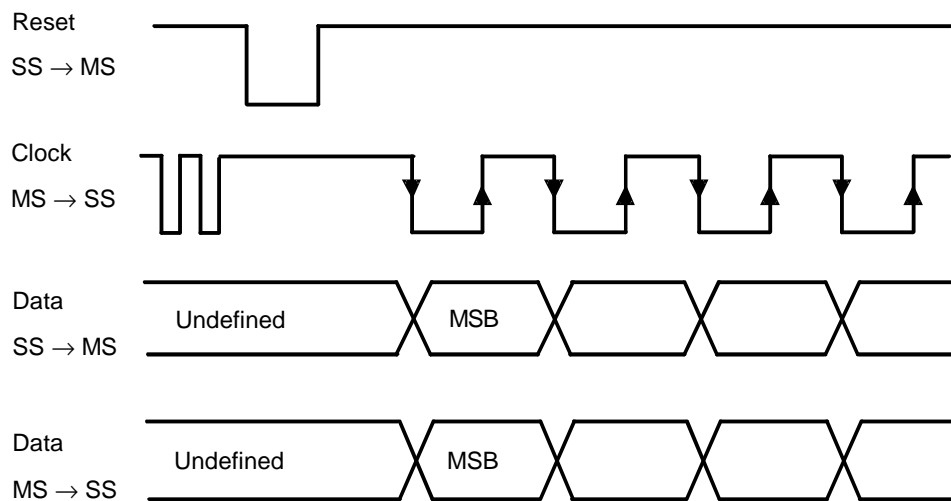

Bild 2 DAI Timing
Die Daten werden vom Mobile (MS) und dem System Simulator (SS) mit der steigenden Flanke des Clocks eingelesen und ändern sich mit der fallenden Flanke, wie in Bild 2 dargestellt. Die Daten bestehen aus 13-Bit-Worten im Zweierkomplement. Das MSB (most significant bit) wird zuerst übertragen.